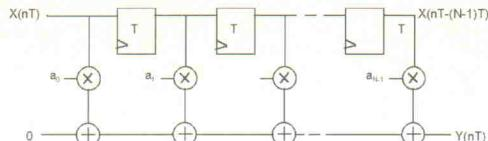

Bild 3:
In den meisten Fällen kann man davon ausgehen, daß die Reihe konvergent ist und die Koeffizienten durch eine sinnvolle Approximation numerisch ermittelt werden können. Die Summenreihe (7) läßt sich schaltungstechnisch durch eine systolische Kette aus Multiplizierern, Addierern und Verzögerungsgliedern abbilden (Bild 3), die wiederum in VHDL relativ einfach beschrieben werden kann.